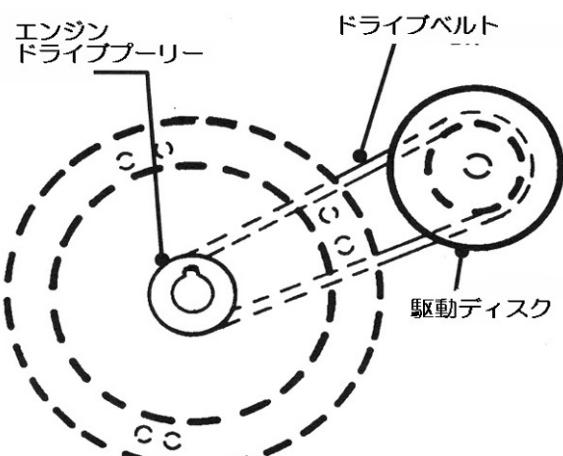

図6-14
① エンジンベルトの交換
- このモデルはアイドラー ブーリーが無い型式です。(図6-14)